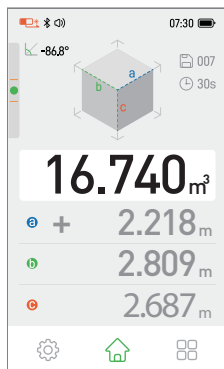

Рис. 16 Результат второго измерения объема
3. Повторите пункт 1, чтобы измерить второй объём, и результат показан на рис. 16.